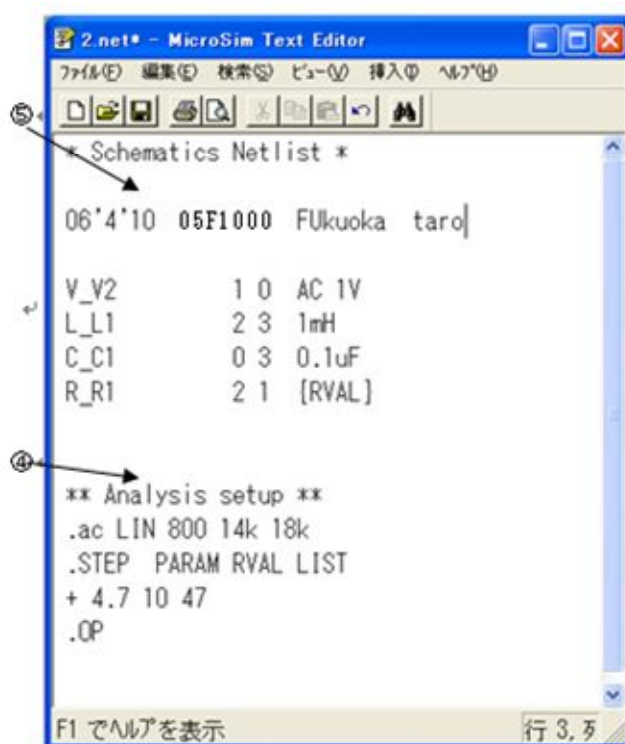

図 3. 4 0
(2) 開いているネットリストを、今日の日付け、自分の学籍番号、名前を入力して印刷します。図 3. 40 の④の場所にマウスのポインタを持っていき、クリックするとその場所からキーボードで入力できるようになるので、今日の日付け、自分の学籍番号、名前を入力します。